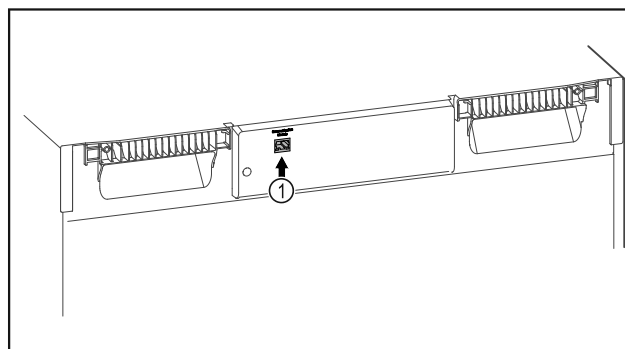

Fig. 149
- A SmartModule Fig. 149 (1) be van helyezve.